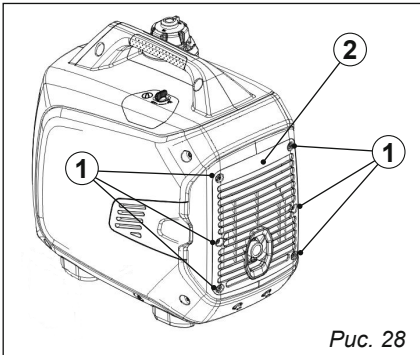

Рис. 28
1. Отвинтите винты (1), а затем снимите крышку (2), рис. 28.